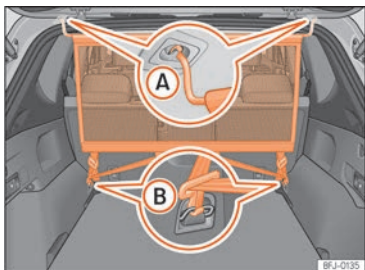

Abb. 129 Netztrennwand eingebaut.
- Netztrennwand in der linken Aufnahme am Dach eingehängen »» Abb. 129 (A). Darauf ach-
- Netztrennwand in der rechten Aufnahme am Dach durch Zusammendrücken der Querstange eingehängen »» Abb. 129 (A).
- Beide Haltehaken der Netztrennwand in die vorderen Verzurrösen im Gepäckraum »» Abb. 129 (B) eingehängen und die Gurte fest spannen.
- Haltehaken der Netztrennwand an den Verzurrösen »» Abb. 129 (B) aushaken.
- Netztrennwand an der rechten Aufnahme im Dach »» Abb. 129 (A) durch Zusammendrücken der Querstange aushängen.